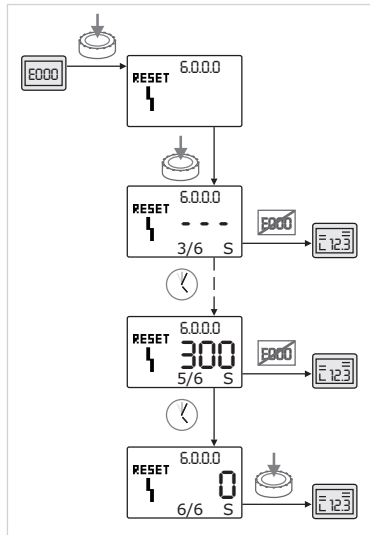

Fig. 64: Ακύρωση σφάλματος τύπου C
- Εάν προκύψουν σφάλματα τύπου C, ακολουθήστε για την επιβεβαίωση την εξής διαδικασία (Fig. 64):